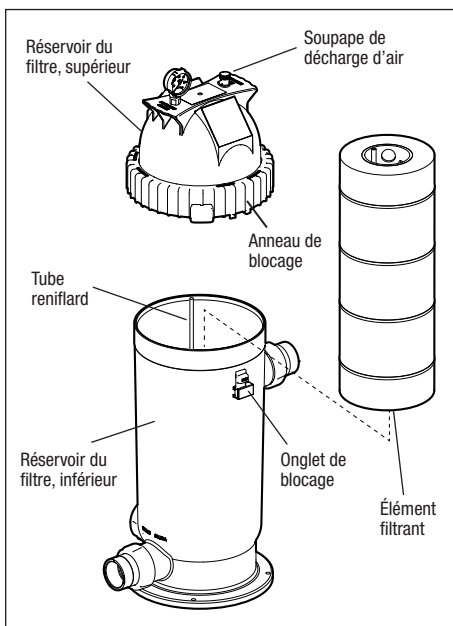

Figure 6. Retrait de l'élément filtrant
2. Ouvrir la soupape de surpression qui est au-dessus du filtre afin de libérer toute la pression de l'intérieur du réservoir et du système, voir la Figure 6. Fermer les clapets d'isolement du filtre sur le système pour prévenir toute inondation.